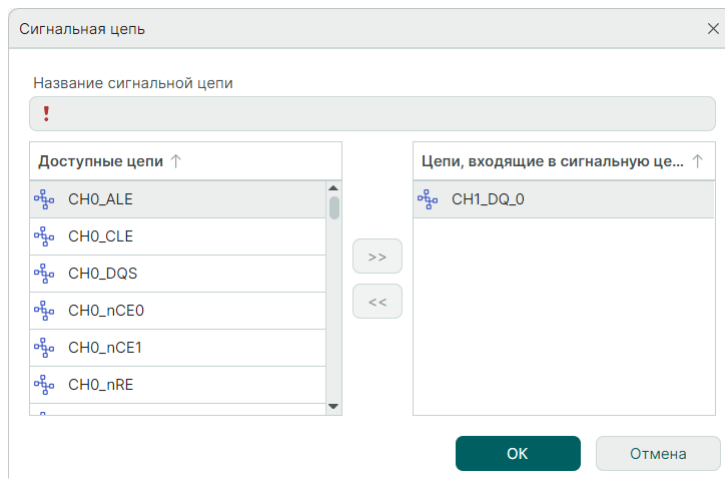

Рис. 161 Окно «Сигнальная цепь»
3. В окне «Сигнальная цепь» в списке «Цепи, входящие в сигнальную цепь» отображается predetermined цепь, см. Рис. 161.